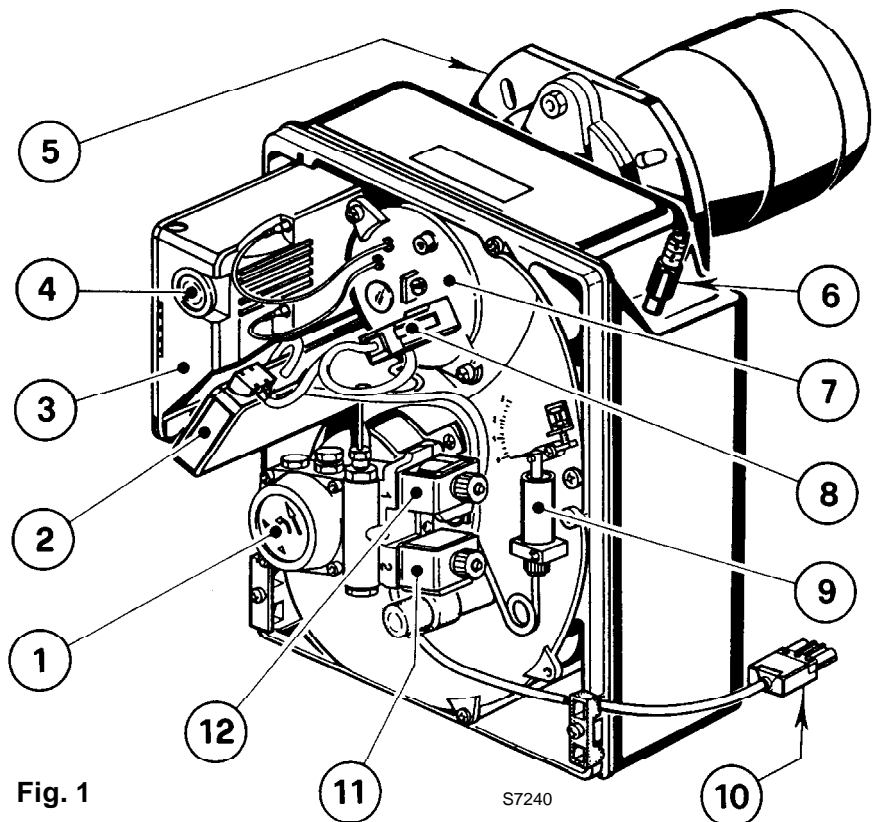

Fig. 1
**A** Signalée par le LED sur la boîte de commande et de contrôle (4, fig. 1, page 1).
- Cellule photorésistance (8, fig. 1, page 1).
- Vanne d'arrêt du 1ère allure (12, fig. 1, page 1).
Un défaut, dans la grande majorité des cas, se traduit par l'allumage du signal sur le bouton de réarmement manuel de la boîte de commande et de contrôle (4, fig. 1, page 1).